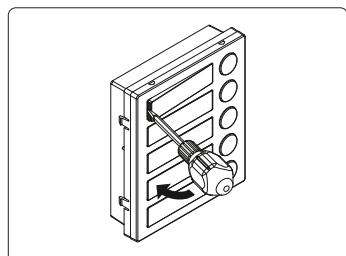

Fig. 11
- Fare leva con il cacciavite come mostrato in **Fig. 11** per rimuovere il porta-cartellino (fare attenzione a non ammaccare la placca).